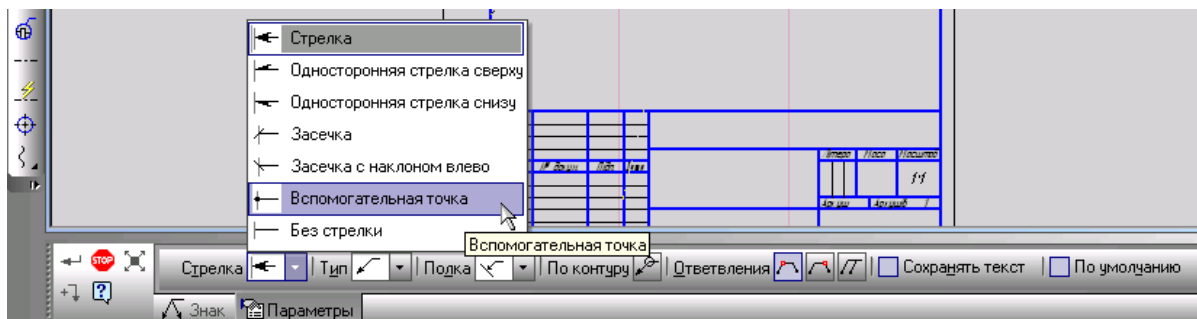

Рис. 2.3.35
4. Клацніть на вкладці **Параметры** на Панелі властивостей і встановіть необхідні параметри лінії-виноски, виберіть **Вспомогательная точка** в групі **Тип стрілки** (рис. 2.3.35).